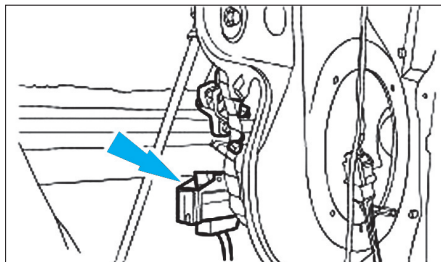

Fig. 51
- Déposer les vis de fixations (2), puis extraire le rétroviseur.
- Débrancher le connecteur de moteur de lève-vitre (Fig.51).